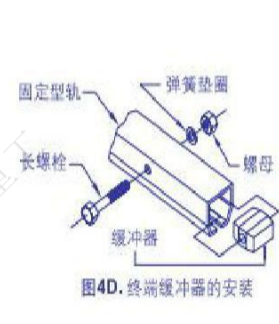

图4D. 终端缓冲器的安装
4.13 将终端缓冲器安装在固定型轨非动力输送侧(图 4D)